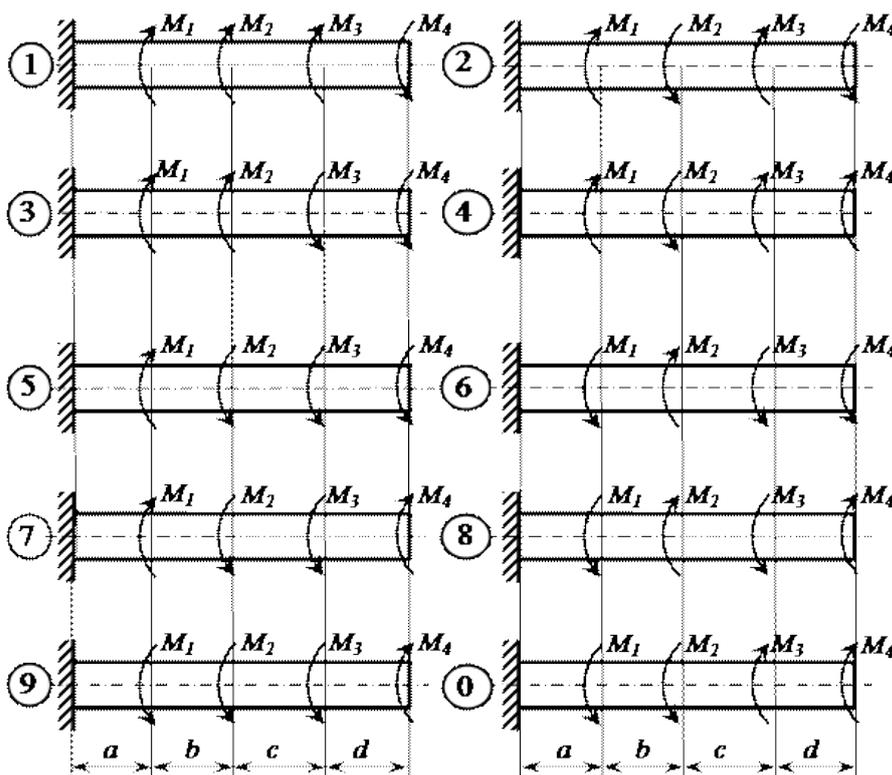

Рисунок 33
1. Жестко заземленный одним концом стальной стержень (модуль сдвига $G = 0,8 \cdot 10^4$ кН/см²) круглого поперечного сечения скручивается четырьмя моментами M_i : (рис. 33).